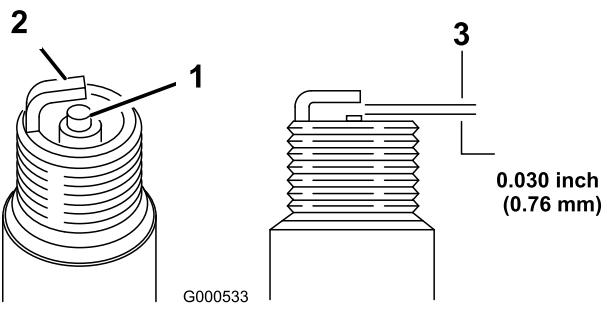

Figura 31
- Impostate la luce sul tappo a 0,76 mm (Figura 31).